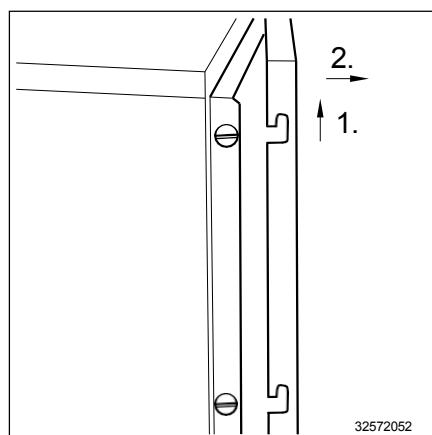

Fig. 36 Capac frontal
- Ridicați capacul frontal până la capăt (Fig. 36/1).
- Trageți capacul frontal în față pentru a-l scoate (Fig. 36/2).